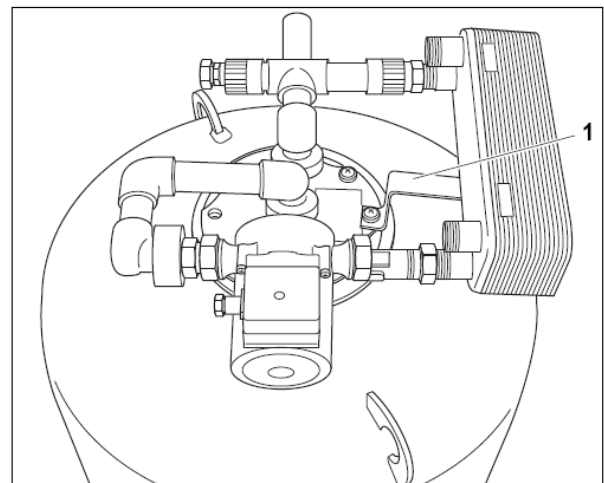

Рис. 2 Підтримувальна скоба
- Підтримувальна скоба (Рис. 2, Поз. 1).
- Закріпити підтримувальну скобу гвинтом кришки люка (Рис. 2, Поз. 1), щоби забезпечити опору для теплообмінника.